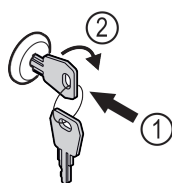

Fig. 192 Vejledende illustration
- Sæt nøglen i Fig. 192 (1).
- Drej nøglen 90° med uret Fig. 192 (2).